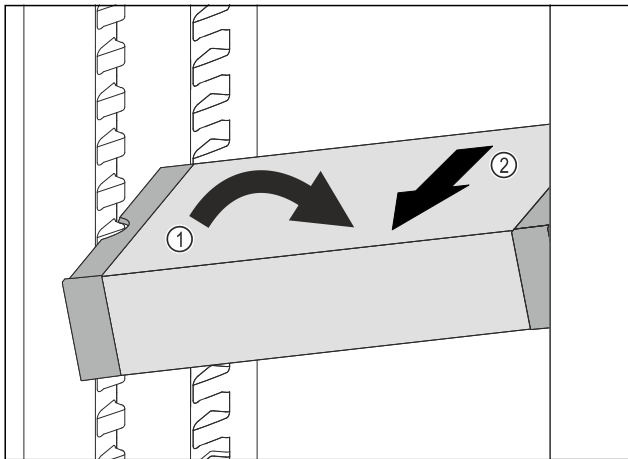

Fig. 124
- ▶ 在冷藏区中倾斜 VarioSafe。 Fig. 124 (1)
- ▶ 向前取出 VarioSafe。 Fig. 124 (2)